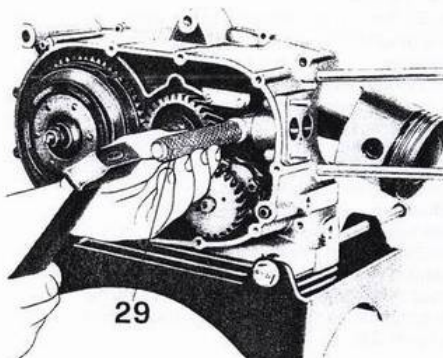

Abb. 81
- die Nockenwellenbuchse komplett mit Dichtring, unter Verwendung des Treibstückes Nr. 10907800 (29 aus Abb. 81);